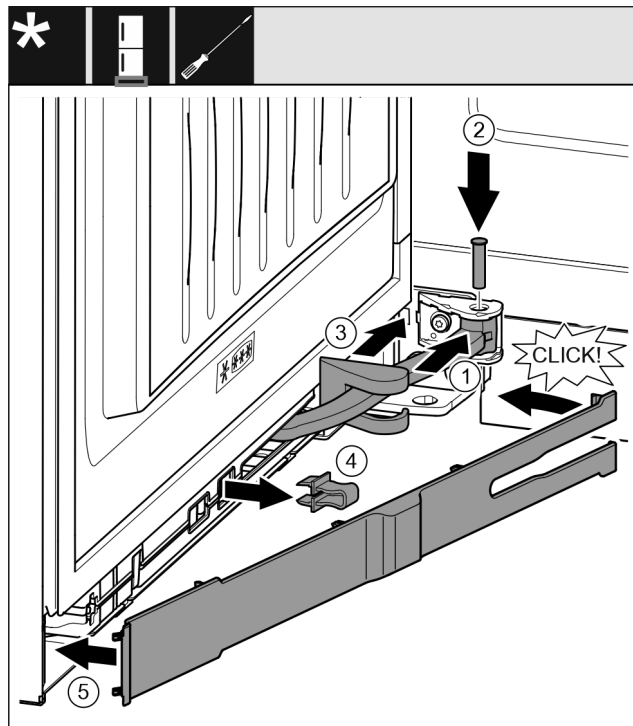

Fig. 38
- ▶ Przegub obrócić w mocowaniu. Fig. 38 (1)
- ▶ Przy pomocy śrubokręta T15 sworznię umieścić w mocowaniu i przegubie. Przy tym zwrócić uwagę, aby krzywka zatraskowa została prawidłowo umieszczona w rowku. Fig. 38 (2)
- ▶ Osłonę płytki zawiasu przesunąć wzdłuż przegubu i zamontować nad mocowaniem. Fig. 38 (3)
- ▶ Zdjąć zabezpieczenie. Fig. 38 (4)
- ▶ Zaślepkę założyć od strony uchwytu i przechylić. Fig. 38 (5)